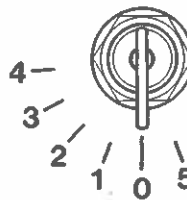

Fig. 7 - Commutatore dell'impianto elettrico.¹⁹⁵⁷
6. Commutatore dell'impianto elettrico. Le posizioni che può assumere sono illuminate in Fig. 7.
Nota - Questo commutatore funziona soltanto se la chiave del commutatore dell'impianto elettrico si trova nelle posizioni 1, 2, 3 o 4 (vedere Fig. 7).